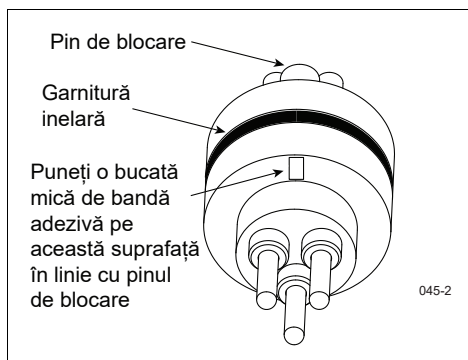

Figura 35. Plasarea semnului de aliniere din bandă adezivă pe fața conectorului tată
12. Puneți o bucată mică de bandă adezivă pe partea cu pini a conectorului, în linie cu pinul de blocare (vezi Figura 35).